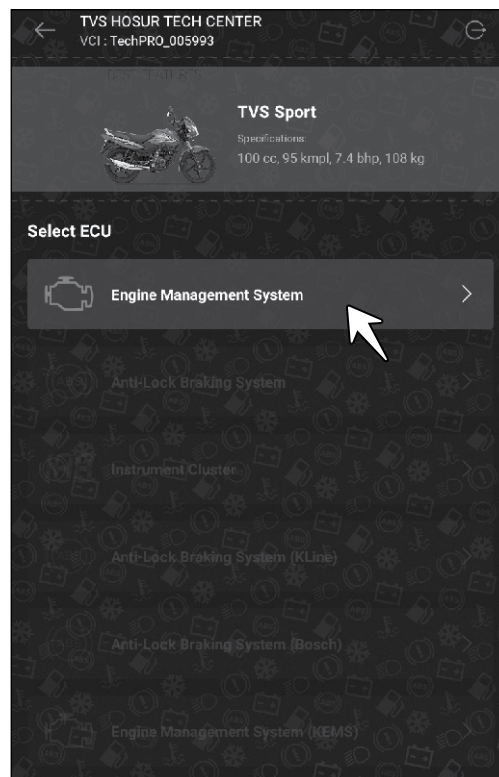

Fig. 7.11
- Selecione ECU -> Sistema de gerenciamento do motor (seta). (Fig. 7.11)